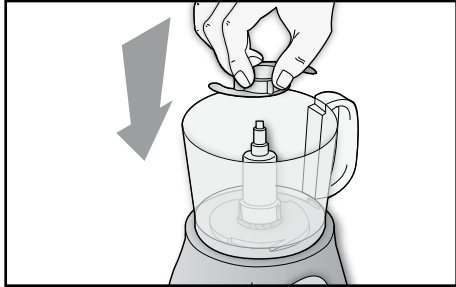

Fig. 5
- Se si desidera utilizzare l'apparecchio in funzione tritatutto, montare la lama in metallo (J) sul supporto lama (L), altrimenti per impastare montare la lama in plastica (K), facendo coincidere le fessure interne alla base della lama con le tacche presenti sul supporto e premendola verso il basso (Fig. 5).